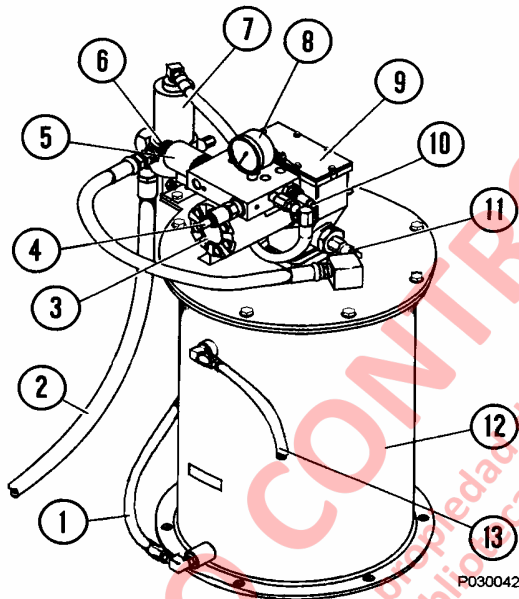
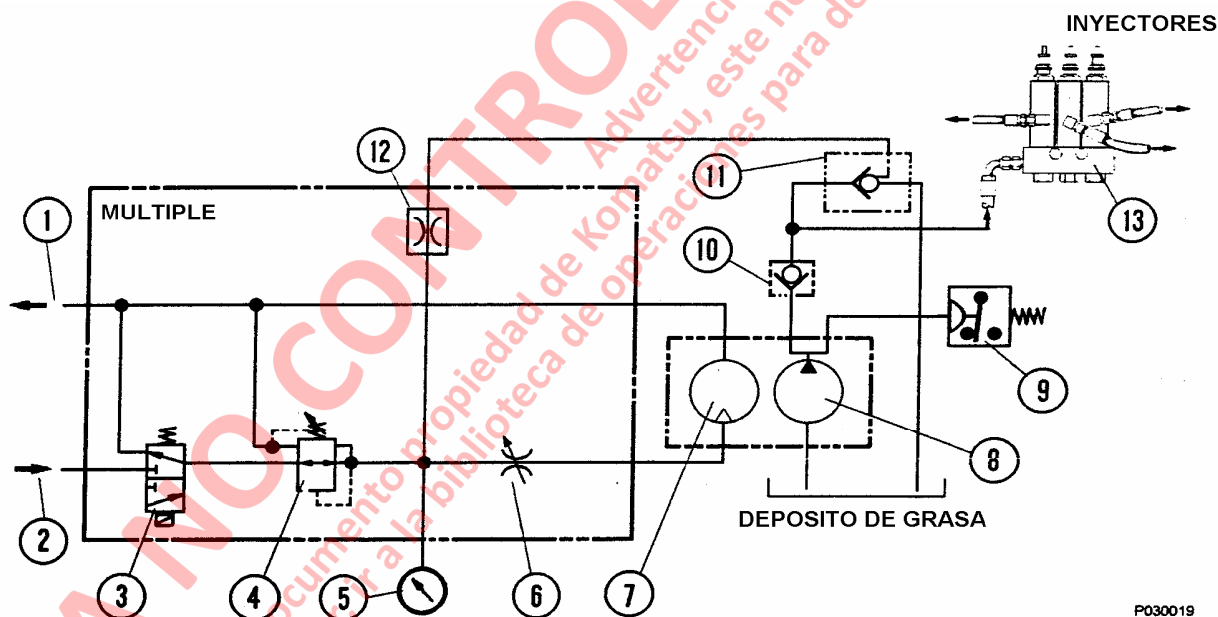
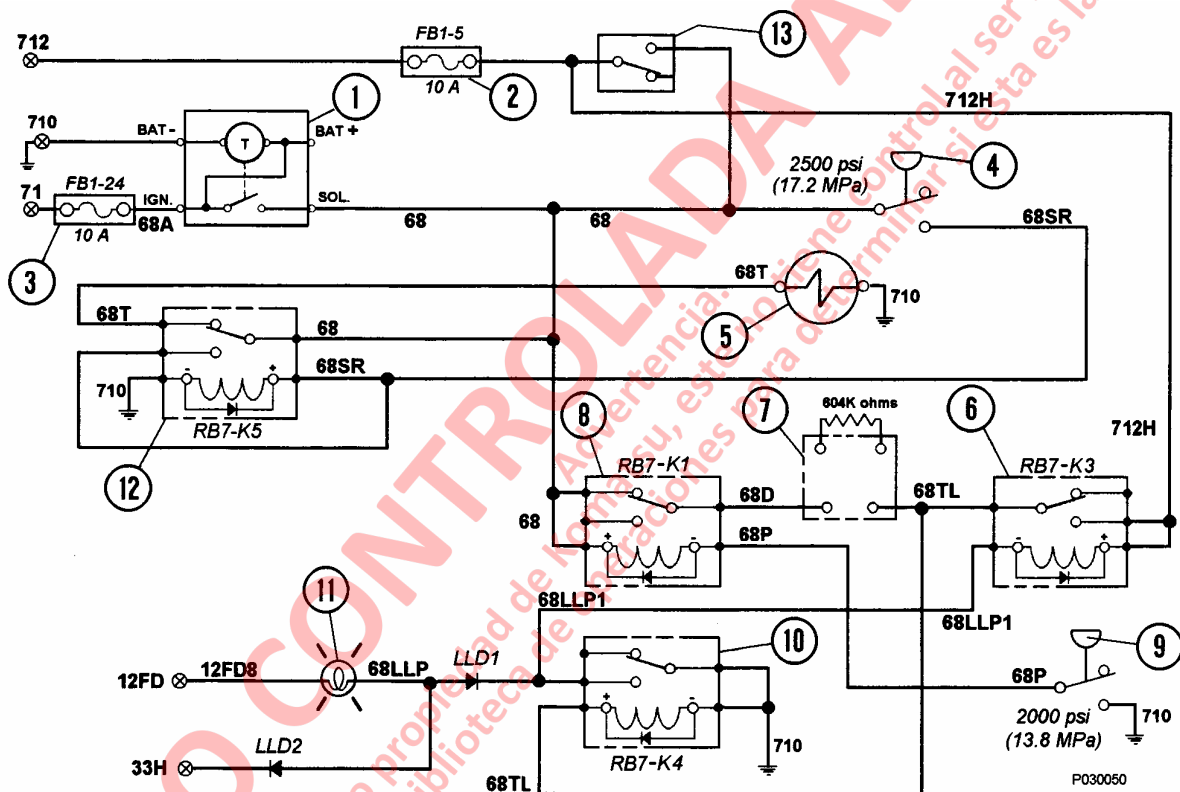

FIGURA 3-1 COMPONENTES DE LA BOMBA/DEPOSITO
FIGURA 3-3 ESQUEMA HIDRAULICO
FIGURA 3-4 ESQUEMA ELECTRICO
El motor hidráulico rotatorio y bomba (3 y 9, Figura 3-1) es una bomba de grasa operada completamente en forma hidráulica. Un múltiple de control de la bomba integrado está incorporado con el motor para controlar el flujo y presión de entrada.
El depósito de grasa (12, Figura 3-1) tiene una capacidad de 41 kg. (90 lbs). Cuando el suministro de grasa se rellena llenando el sistema en el centro de servicio, la grasa pasa a través del filtro para eliminar los contaminantes antes de que fluya al depósito.
La válvula reductora de presión (4, Figura 3-1), ubicada en el múltiple, reduce la presión de suministro hidráulico (desde el circuito de dirección del camión) a una presión de operación adecuada de 2 240 - 2 415 kPa (325 - 350 psi) para el motor hidráulico que se usa para accionar la bomba lubricante.
La válvula de control de flujo (10, Figura 3-1), montada en el múltiple, controla la cantidad de flujo de aceite hacia el motor hidráulico. **La válvula de control de flujo viene ajustada de fábrica y su ajuste no se debe alterar.**
La válvula de solenoide (5, Figura 3-1), cuando está energizada, permite que el aceite fluya al motor hidráulico.
Con la válvula de purga (7, Figura 3-1) cerrada, la bomba continúa operando hasta alcanzar la presión máxima de grasa.
El temporizador del ciclo de lubricación de estado sólido (1, Figura 3-4) envía una señal de 24 VDC a intervalos sincronizados para energizar la válvula de solenoide (5, Figura 3-1), proporcionando flujo de aceite para operar el motor de la bomba de grasa. Este temporizador está montado en el gabinete de interface eléctrica.
El módulo de retardo (7, Figura 3-4), ubicado en el gabinete de interface eléctrica, proporciona un retardo de un minuto en el circuito de la luz de advertencia de baja presión de lubricación para permitir que un sistema de operación normal alcance una completa presión de grasa sin activar la luz de advertencia. Si el sistema no alcanza 13 789 kPa (2000 psi) dentro de este período de tiempo, el temporizador aplicará 24VDC a varios relés que encenderán la luz de advertencia de baja presión de lubricación en la pantalla superior. Un resistor externo de 604K ohm determina el período de retardo.
El interruptor de presión de corte de la bomba (11, Figura 3-1) desenergiza el relé de solenoide de la bomba cuando la presión de la línea de grasa alcanza el ajuste de presión del interruptor, desconectando el motor y la bomba.
El medidor de presión (8, Figura 3-1) monitorea la presión del aceite hidráulico que va a la entrada del motor hidráulico.
1. Durante la operación del camión, el temporizador del ciclo de lubricación (1, Figura 3-4) energizará el sistema a un intervalo de tiempo preestablecido.
2. El temporizador proporciona 24 VDC a través de un relé normalmente cerrado, RB7K5 (12) que se usa para energizar la válvula de solenoide de la bomba (5), permitiendo que el aceite hidráulico suministrado por el circuito de la bomba de dirección del camión fluya al motor de la bomba e inicie un ciclo de bombeo.
3. La presión de aceite hidráulico desde el circuito de la dirección es reducida de 2 240 a 2 413 kPa (325 a 350 psi) por la válvula reductora de presión (4, Figura 3-3) antes de entrar al motor. Además, la cantidad de aceite suministrada a la bomba está limitada por la válvula de control de flujo (6). La presión de la bomba se puede leer usando el medidor (5) montado en el múltiple.
4. Con el aceite fluyendo hacia el motor hidráulico, la bomba de grasa funcionará, bombeando grasa desde el depósito a través de la válvula de retención (10), válvula de purga (11) y luego a los inyectores (13).
6. Cuando la presión de grasa alcanza el ajuste del interruptor de presión (4, Figura 3-4), los contactos del interruptor se cierran y energizan el relé RB7K5, retirando la energía del solenoide del motor hidráulico/bomba y la bomba se detiene. El relé permanecerá energizado hasta que la presión de la grasa caiga y el interruptor de presión se abra nuevamente o hasta que el temporizador se desconecte.
1. Cuando se inicia el ciclo de lubricación, 24VDC fluyen a través de los contactos normalmente cerrados del relé RB7K1 (8, Figura 3-4) a un temporizador de retardo de un minuto (7).
2. Si el sistema está operando normalmente, la presión de grasa en el banco de inyectores del eje trasero aumentará a 13.789 kPa (2000 psi), que es el ajuste del interruptor de presión (9) y energizará el relé RB7K1 (8), eliminando los 24VDC del temporizador de retardo.
3. Si se produce un problema y el sistema no es capaz de alcanzar 13.789 kPa (2000 psi), el temporizador de retardo (7) energizará el relé RB7K4 (10) después de 60 segundos, activando la luz de advertencia de baja presión del sistema de lubricación.
4. Una vez que se energiza el relé RB7K4, se energiza el relé RB7K3 (6). Una vez que se energiza el relé RB7K3 se cerrará y seguirá energizado mientras el interruptor de partida esté en ON. Además, el relé RB7K4 también se mantendrá energizado y la luz de advertencia de baja presión de lubricación permanecerá encendida para avisar al operador que existe un problema y que el sistema requiere servicio.